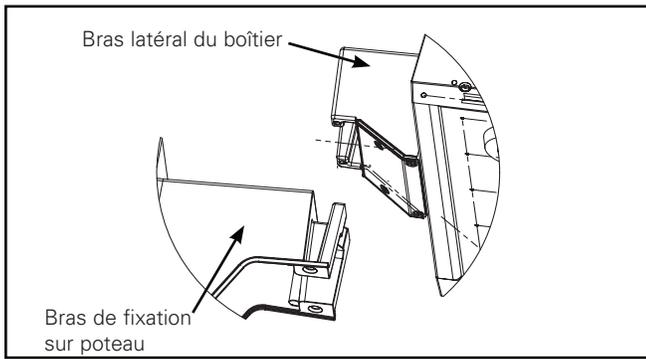

Figure 10.
5. Pliez le fil du luminaire fermement vers le bras de fixation tout en glissant le bras latéral du boîtier du luminaire dans le bras de fixation sur poteau. Serrez ensuite la vis hexagonale du centre à 2,3 N.m (20 po-lb). Le bras latéral du boîtier du luminaire et le bras de fixation sur poteau sont maintenant connectés. (Figure 10)